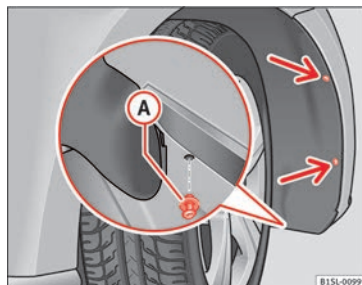

Fig. 86 Nel passaruota anteriore destro: estrarre le viti di fissaggio (freccie) e rimuovere il ribattino a espansione **A**.
1. Svitare 2 viti di fissaggio del rivestimento del passaruota ►► **fig. 86** (freccia) con il cacciavite degli attrezzi di bordo ►► pag. 75.
10. Collocare il ribattino a espansione nel rivestimento del passaruota e del paraurti e premerlo completamente ►► **fig. 86** **A**.
11. Avvitare con forza le due viti di fissaggio ►► **fig. 86** (freccie) con un cacciavite.